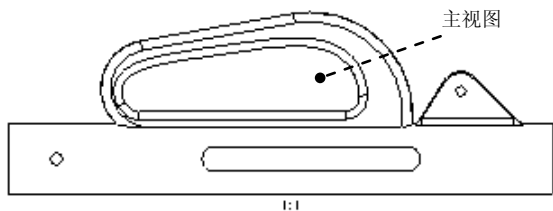
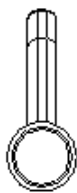

图 10.4.11 投影视图
图 10.4.12 快捷菜单
Step1. 选择图 10.4.11 所示的主视图，然后右击，系统弹出图 10.4.12 所示的快捷菜单，然后选择该快捷菜单中的 **插入投影视图...** 命令。
Step2. 在系统 **选取绘制视图的中心点** 的提示下，在图形区主视图的右部任意选择一点，系统自动创建左视图，如图 10.4.11 所示。如果在主视图的左边任意选择一点，则会产生右视图。